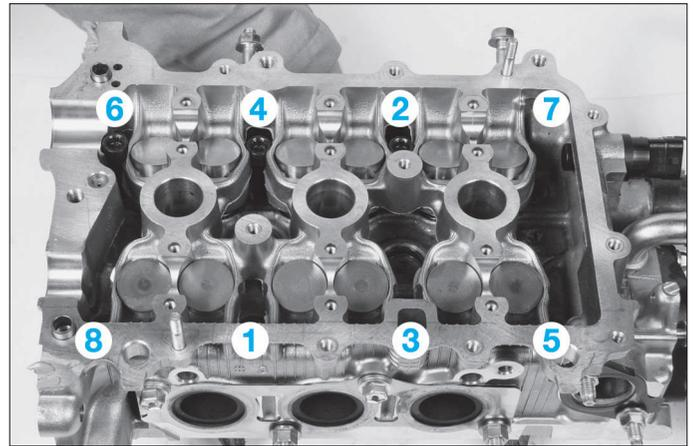

FIG. 75
• Repose les vis et les serrer à 32 N.m dans l'ordre indiqué (Fig.75).